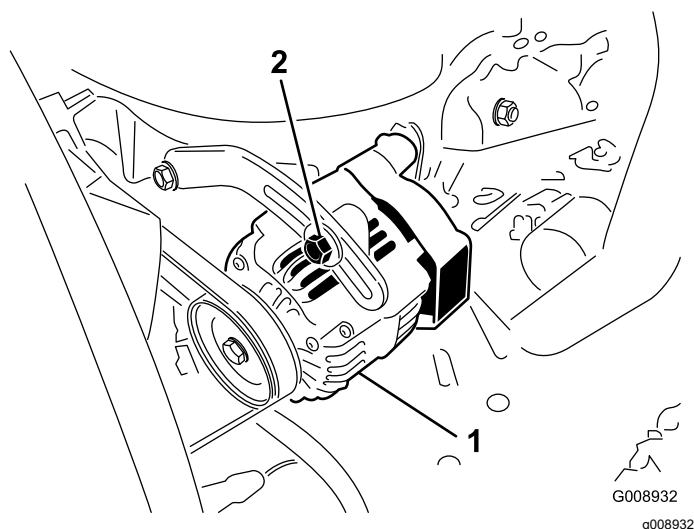

図 118
オアウターネータのベルト 図 118 は 100 運転時間ごとに点検します。
3. たわみが 10 mm でない場合には、オルタネータ取り付けボルトをゆるめる 図 118。